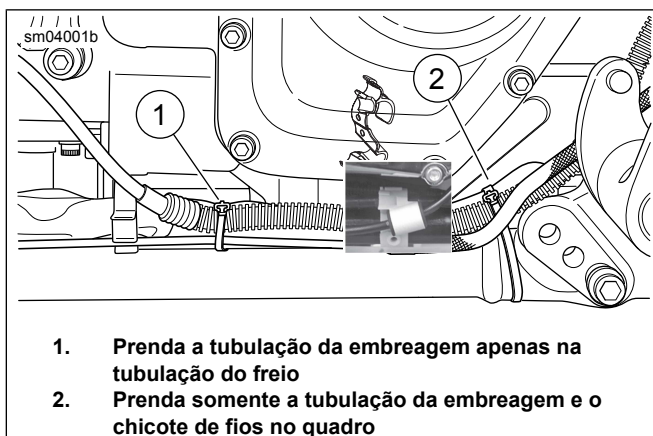
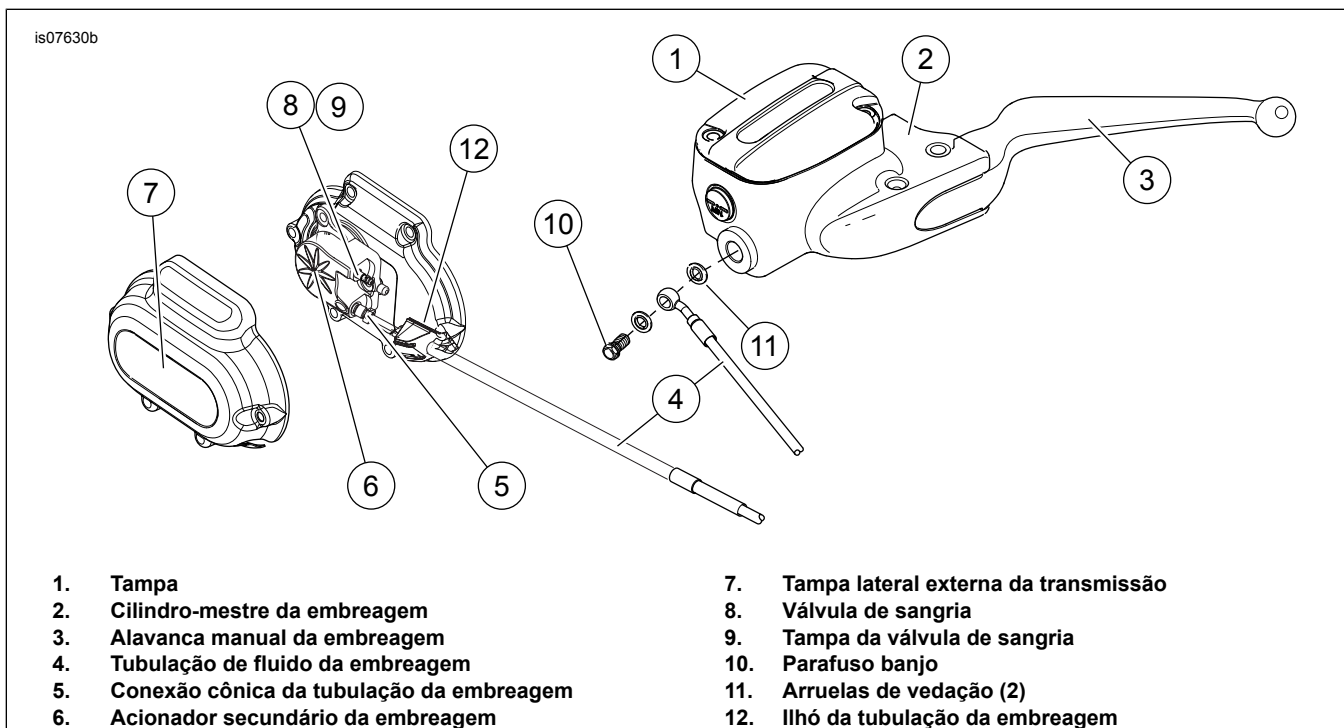

Figura 2. Localização das abraçadeiras da tubulação de fluido da embreagem
Figura 3. Conexões da tubulação de fluido da embreagem
5. **TODOS os modelos:** consulte o manual de serviço e Figura 3 . Remova a tampa lateral da transmissão (7).
6. Veja o Manual de serviço. Drene a tubulação de fluido da embreagem (4). Desconecte a tubulação de fluido da embreagem presa ao acionador secundário da embreagem (6).
7. Desconecte a tubulação de fluido da embreagem presa ao reservatório do cilindro-mestre da embreagem (2). Guarde o parafuso banjo (10). Descarte as arruelas de vedação (11).
10. Veja Figura 2 . Anote a localização das abraçadeiras. Remova as abraçadeiras que prendem a tubulação do fluido da embreagem à tubulação do freio traseiro. Remova as abraçadeiras dos tubos do quadro.
5. Veja Figura 3 . Instale, sem apertar, a conexão cônica (5) no acionador secundário da embreagem (6).
6. Veja Figura 2 . Fixe a tubulação de fluido da embreagem usando novas abraçadeiras. Certifique-se de que não haja contato com o sistema de escapamento ou com quaisquer outros itens que possam resultar em danos.
11. Veja Figura 3 . Instale o anel isolante da tampa lateral da transmissão (12) na tubulação de fluido da embreagem. Posicione aproximadamente como mostrado. Posicione a extremidade da porca rosqueada da tubulação de fluido da embreagem (5) e o ilhó de modo que se encaixem no furo da tampa lateral da transmissão. Aperte a porca de cano.